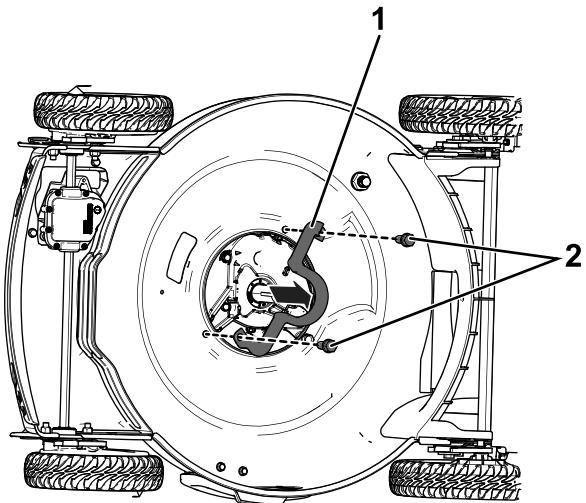

**Figure 4**
8. Retirez les deux boulons de l'entraînement de la lame, puis déposez et conservez l'entraînement (Figure 4).